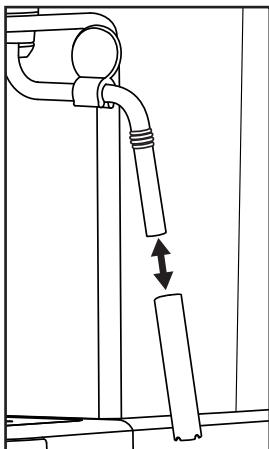

Abbildung 1
- 1) Stellen Sie einen leeren Behälter unter den Milchaufschäumer ⑩.
- 2) Drehen Sie den Dampfregler ⑦ direkt nach dem Gebrauch auf „●/●“ und lassen Sie einige Sekunden Dampf entweichen.
- 3) Drehen Sie den Dampfregler ⑦ zu (bis zum Anschlag in Richtung „●“ drehen), schalten Sie das Gerät aus und ziehen Sie den Netzstecker.
- 5) Ziehen Sie die Hülle des Milchaufschäumers ⑩ ab (Abbildung 1) und reinigen Sie diese sorgfältig im warmen Wasser.
- 7) Schieben Sie die Hülle wieder auf die Düse (Abbildung 1).